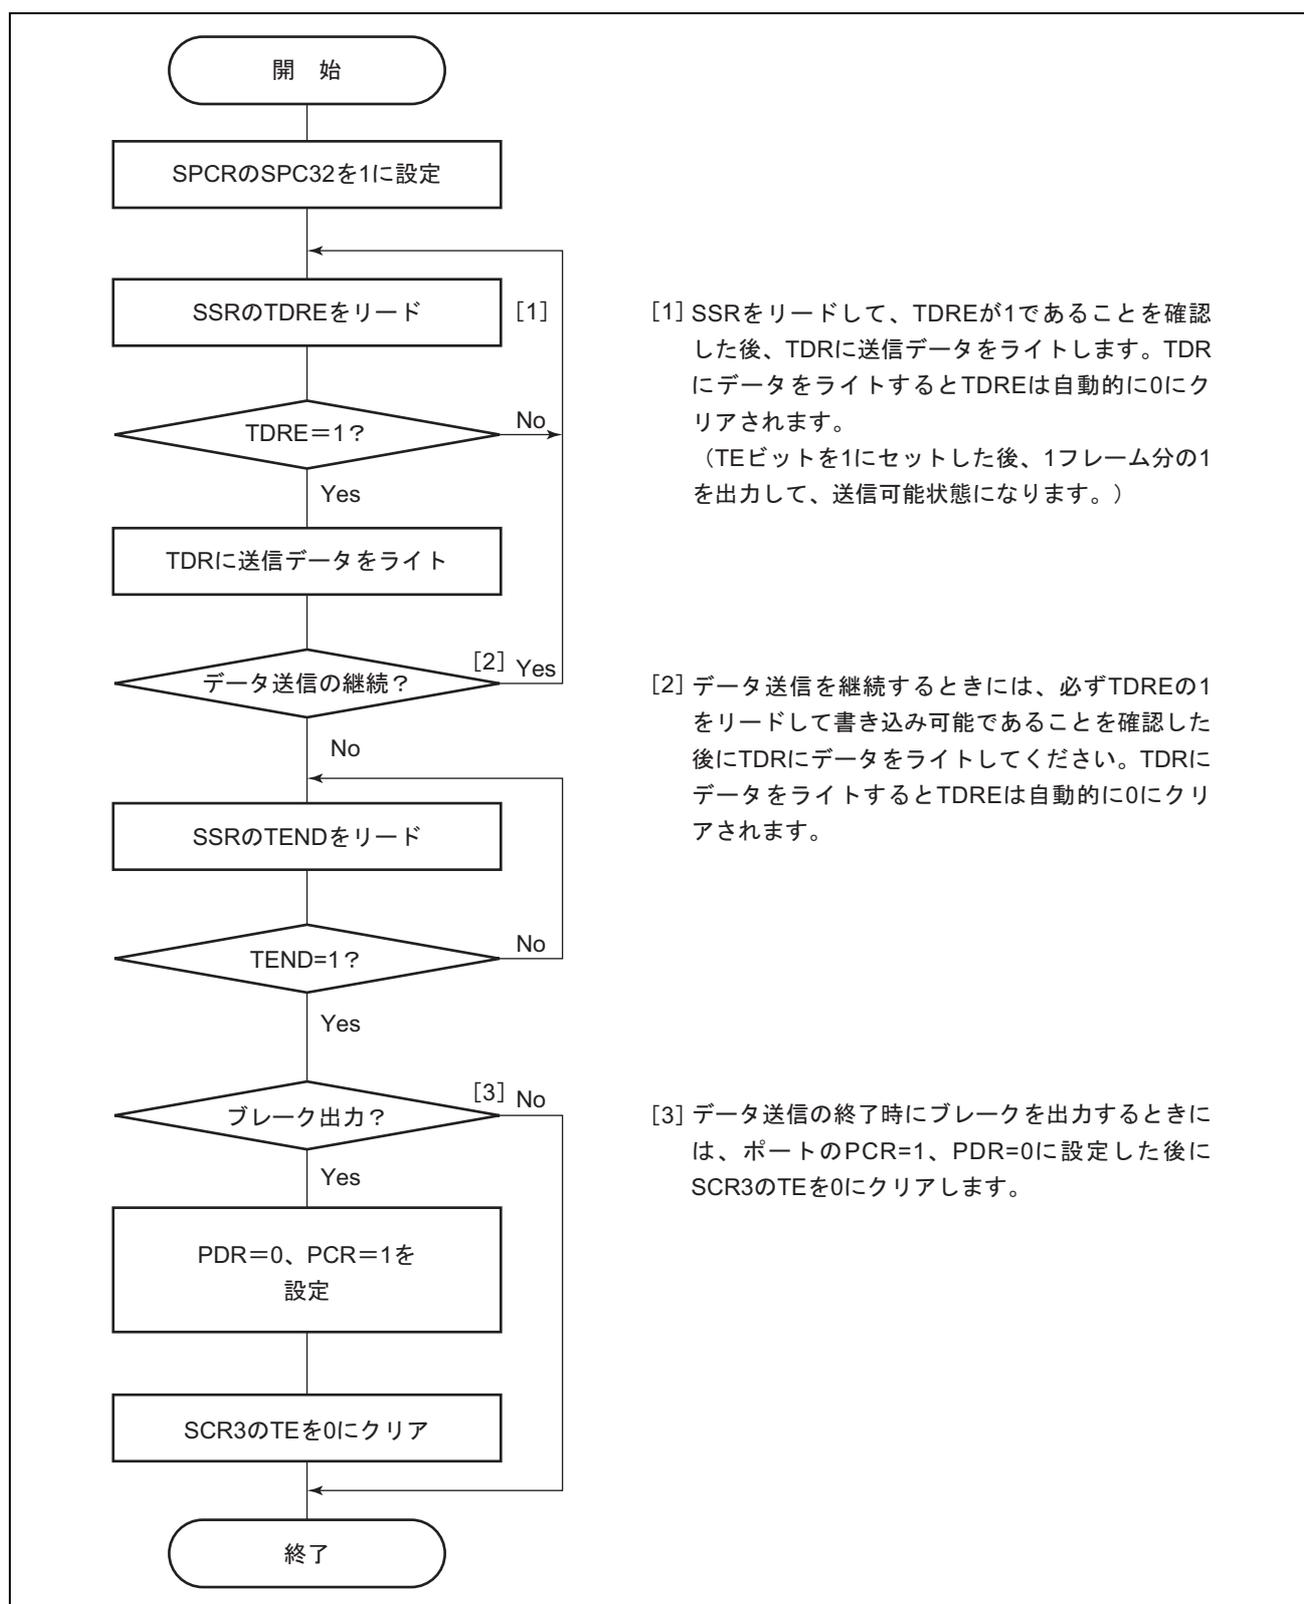

図 10.6 データ送信のフローチャートの例 (調歩同期式モード)
6. 図10.6にデータ送信を行うためのフローチャートの例を示します。